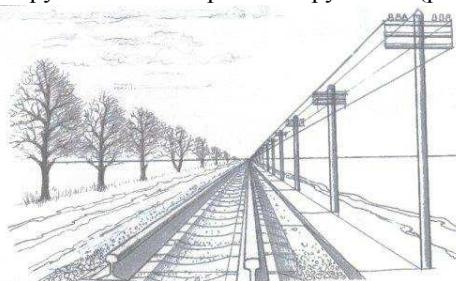

Рис. 6. Центральное проецирование при изображении крупных инженерных сооружений
1. Центральные проекции обладают самой большой наглядностью, но построение их сложно. Такой способ изображения применяется в архитектурных и строительных чертежах, при изображении крупных инженерных сооружений (рис. 6).